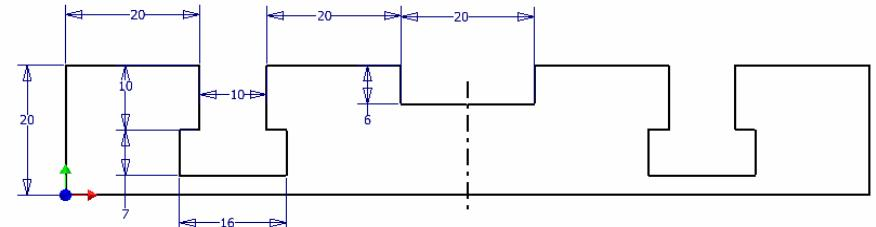

Figura 3.1.2.
a.1.) 2D - Schițare contur canelat, figura 3.1.2